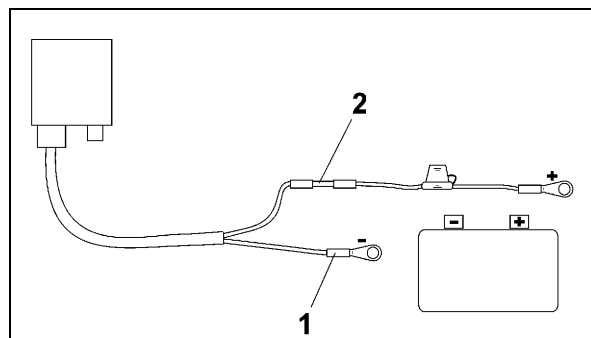

Fig. 4
- Blaue Kabelader (Masse) in loser Ringzunge einführen (Fig. 4/1).
- Braune Kabelader (+ 12 Volt) in freies Ende vom Stoßverbinder (Fig. 4/2) einführen.
- Stoßverbinder (Fig. 4/2) mit Wärmequelle (Feuerzeug oder Heißluftfön) einschrumpfen bis der Kleber austritt.